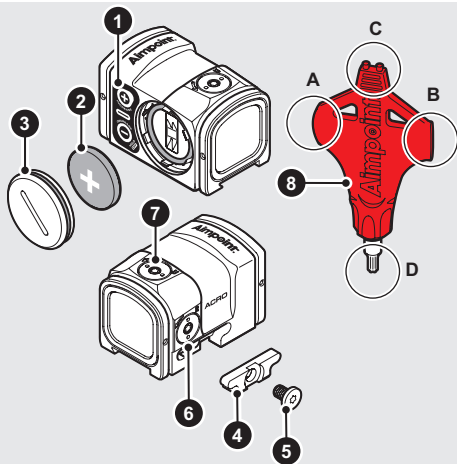

Fig. 1 Visión general
- c Inserte la batería (2) con el polo positivo (+) en dirección a la tapa de la batería (3) como se observa en la Fig. 1.